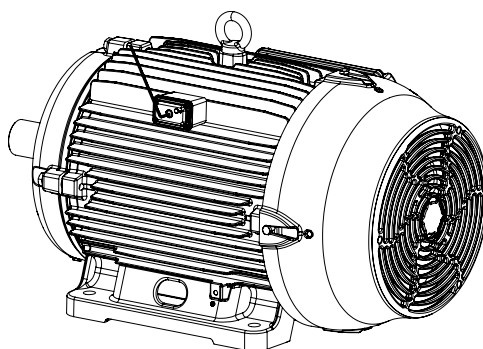

Figura 5.2: Detalle del atornillado del sensor en la bucha recartillada.
4. Usando una llave Allen de 3 mm, atornille el sensor en la bucha recartillada y verifique su apriete. El torque máximo de apriete es de 4,0 Nm. Según la Figura 5.2 la página 5-1.
4. Usando una llave Allen de 3 mm, atornille el sensor en la bucha recartillada y verifique su apriete. El torque máximo de apriete es de 4,0 Nm. Según la Figura 5.2 de la página 5-1.